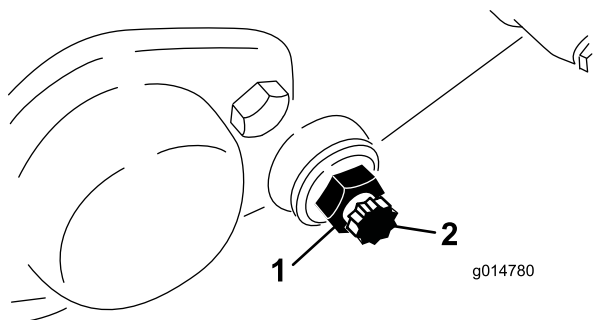

Figura 56
3. Su ogni lato della macchina, allentate il controdato che fissa il bullone della barra di appoggio (Figura 56).
4. Togliete i bulloni della barra di appoggio perché quest'ultima possa essere tirata in giù e tolta dalla macchina. Conservate le due rondelle di nylon e le due rondelle in acciaio stampato da ciascun lato della barra di appoggio (Figura 56).